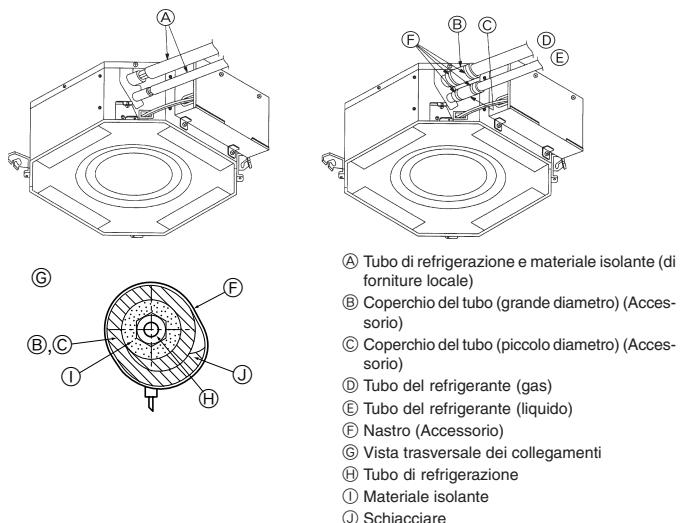

Fig. 3-3
⑨ Applicare olio adatto alle macchine di refrigerazione sull'intera superficie di allungamento svasata.
3.3. Sezione interna (Fig. 3-3)